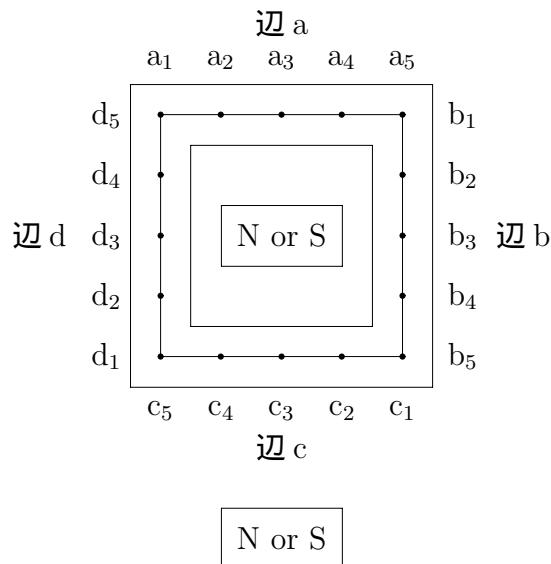

図 19.5: 磁束密度の測定
- 式 19.7 の磁束密度 B は、U 字型永久磁石を用いているため一様ではなく空間で分布を持つ。図 19.5 のように、各辺で 5 点測定して各辺の平均値を使用する。
辺 a、辺 b、辺 c および辺 d(図 19.5 参照) の磁束密度を測定する。